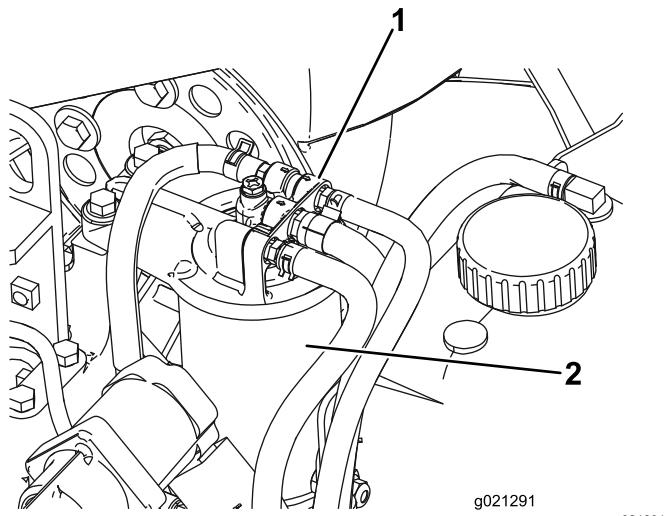

Figura 82
2. Pulite le superfici circostanti la testa del filtro del carburante (Figura 82).
3. Togliete il filtro e pulite la superficie di montaggio della testa del filtro (Figura 82).